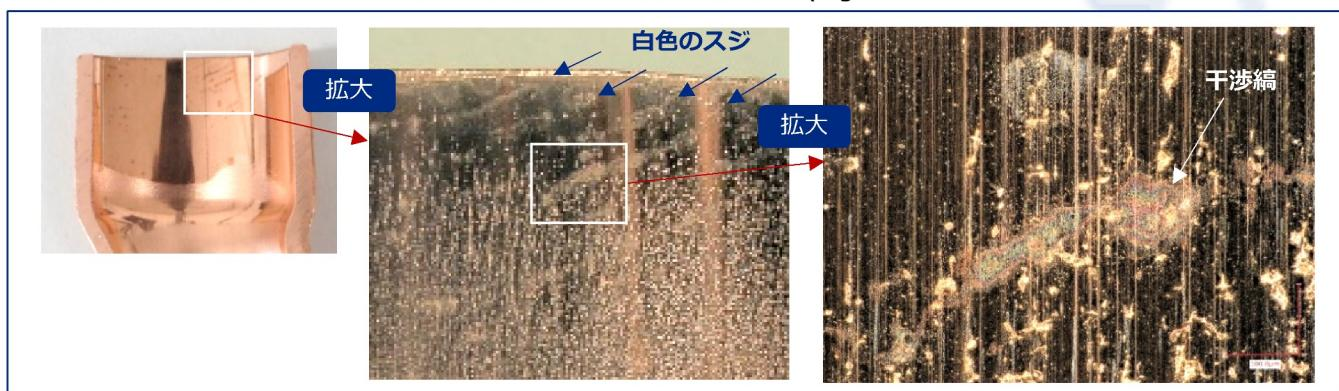

Fig.2 銅パイプ内面の拡大観察写真
■ デジタルマイクロスコープで観察すると、複数の白色のスジが存在しており、このスジ状の異物をさらに拡大観察すると、光の干渉により虹色がかかっている（干渉縞）ことが見て取れます (Fig.2)。